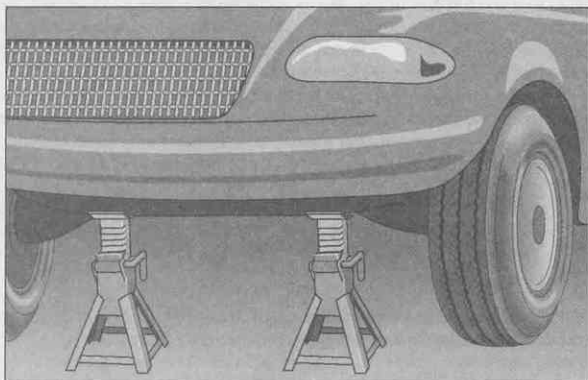

Рис. 1.2. Страхующие подпорки безопасно поддерживают вашу машину
4. Если у вас есть страхующие подпорки, разместите их под машиной там, где домкрат упирается в машину (рис. 1.2). Поднимите их на подходящую высоту и заблокируйте. Опустите домкрат, чтобы машина стала на подпорки, а затем уберите его.